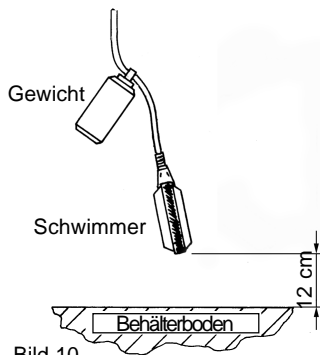

Bild 10
- Schwimmerschalter so weit hoch ziehen, bis der Abstand zwischen Schwimmer und Behälterboden 12 cm beträgt, siehe Bild 10.